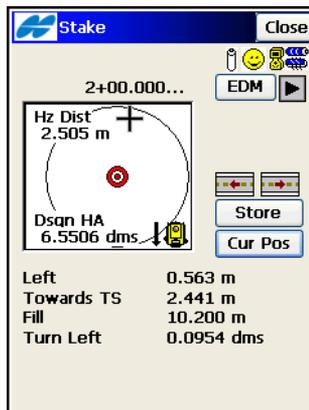

Abbildung 9-40. Trassenabsteckung mit TS
6. Im TS-Modus zielen Sie das Prisma an. Tippen Sie im Fenster **Absteckung** auf die Schaltfläche **Akt Pos**, um das Ziel anzu-messen. Über die Schaltfläche **EDM** können Sie den Strecken-messmodus ändern: *Grob*, *Fein* oder *Coarse Tracking*. Wenn die Position nah genug an der Sollposition liegt, tippen Sie zum Speichern auf **Mess**. Mit  bzw.  wählen Sie die vorherige bzw. nächste Stationierung für die Absteckung aus (Abbildung 9-40).